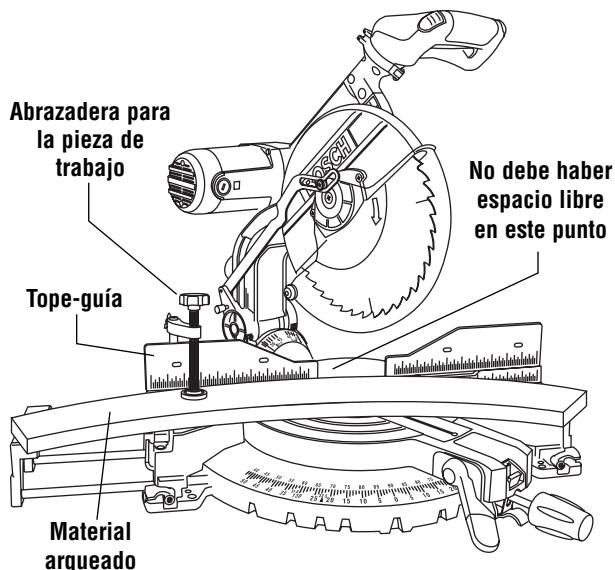

Figura 1. Material arqueado
**! ADVERTENCIA** Si la pieza de trabajo está arqueada o combada, fíjela con abrazadera con la cara exterior arqueada orientada hacia el tope-guía. Asegúrese siempre de que no haya espacio libre entre la pieza de trabajo, el tope-guía y la mesa a lo largo de la línea de corte. Las piezas de trabajo dobladas o combadas pueden torcerse u oscilar y pueden causar atasco en la hoja de sierra que gira durante el corte (Figura 1).